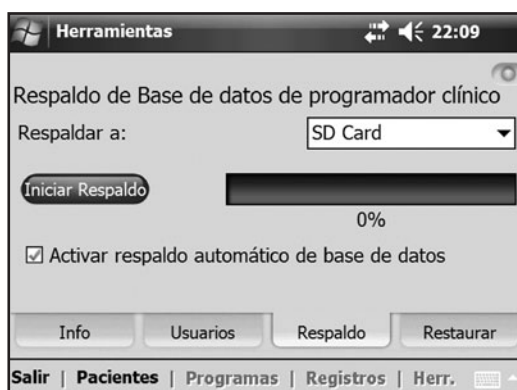

Ilustración 8-48: Ventana de copia de respaldo.
2. Quite la marca de la casilla Activar respaldo automático de base de datos. Consulte la Ilustración 8-48.